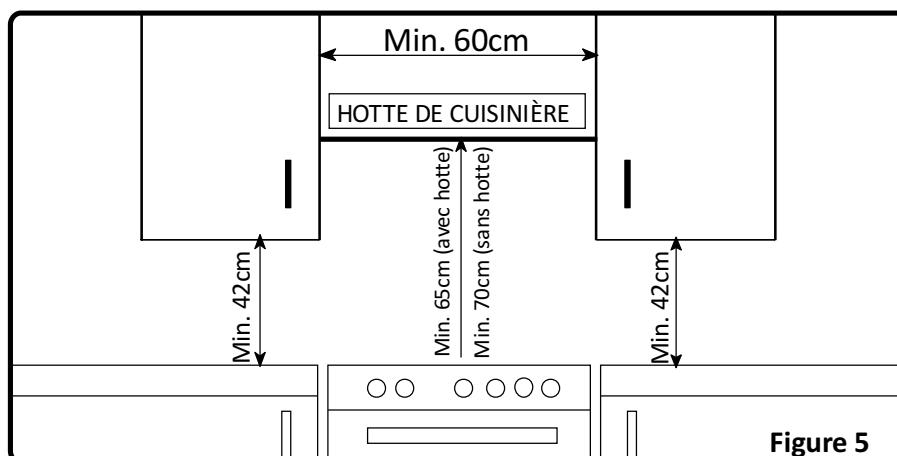

Figure 5
- La cuisinière peut être placée près d'un autre meuble, mais veillez à ce que la hauteur des meubles environnants ne dépasse pas la hauteur de la cuisinière (voir fig. 5).
- La hauteur minimum entre le plan de cuisson et la hotte (ou les éléments muraux) est indiquée à la figure 5. La hotte d'évacuation doit être située à au moins 65cm du plan de cuisson. S'il n'y a pas de hotte, la hauteur du meuble situé au-dessus du plan de cuisson ne doit pas être inférieure à 70cm.